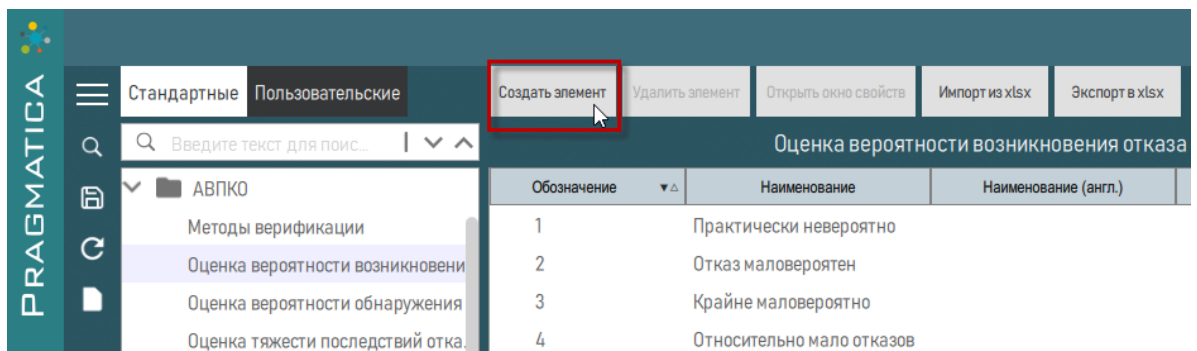

Рисунок 14 – Создание элемента классификатора
1) На вкладке «Стандартные» выбрать классификатор, для которого необходимо создать элемент и нажать кнопку «Создать элемент» (рисунок 14).